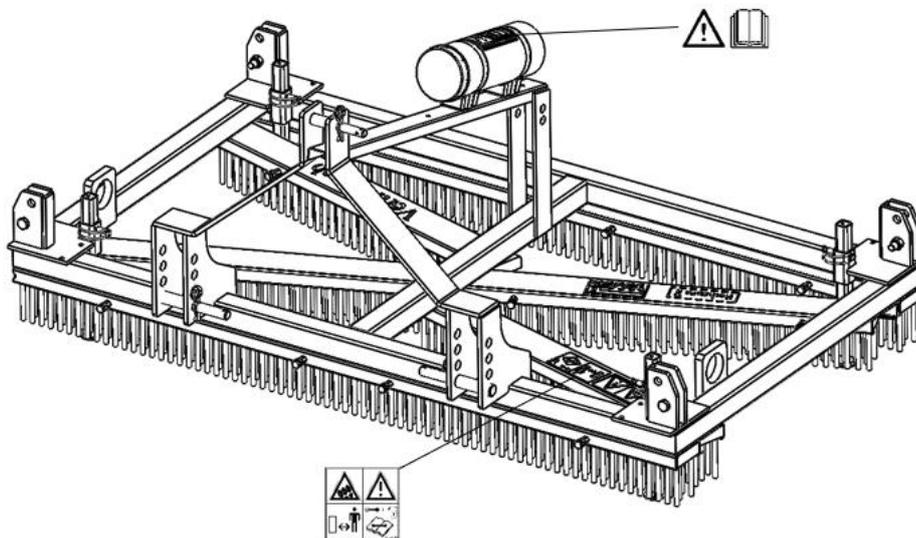

Figura 5
7. Localização dos autocolantes de segurança (Figura 5).